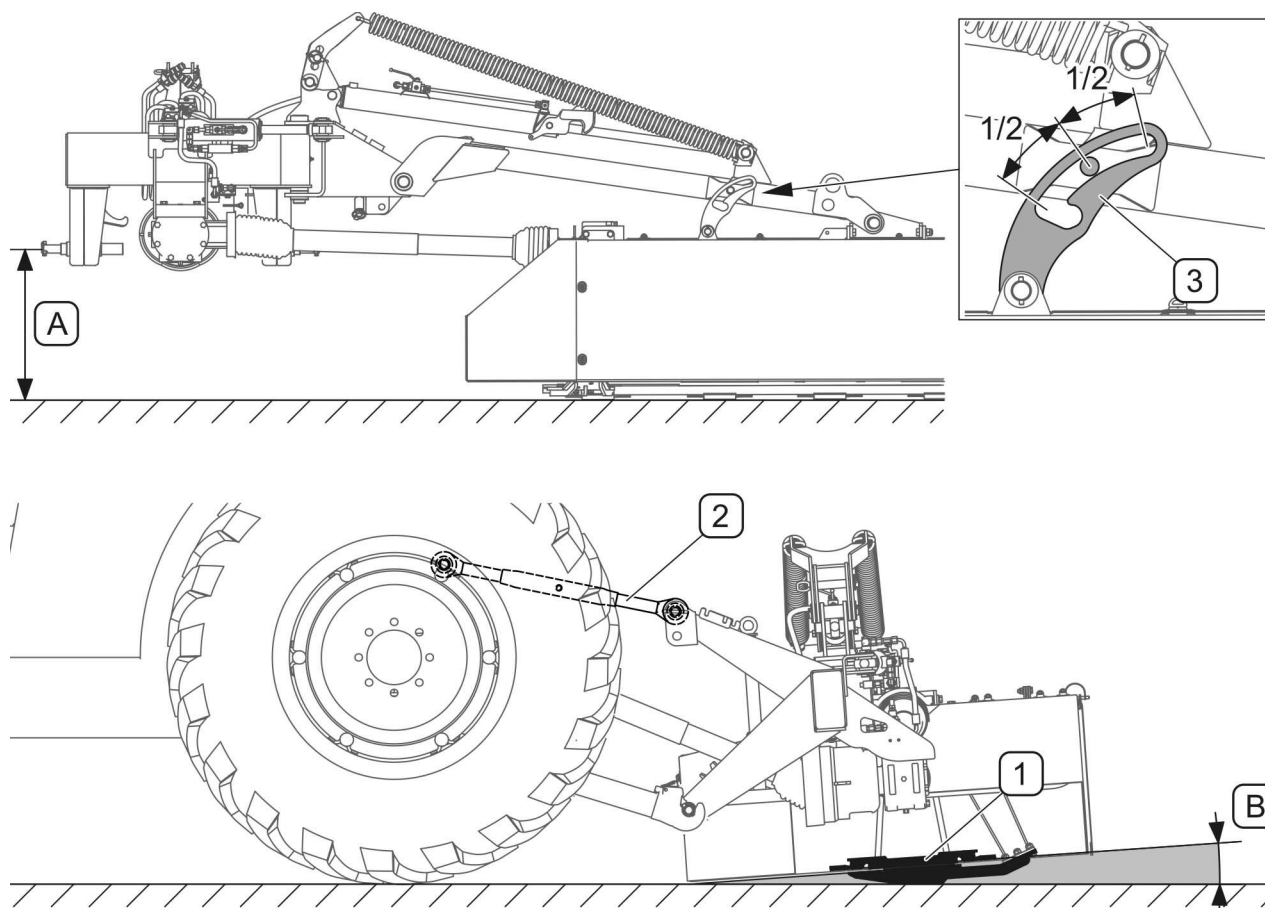

РИСУНОК 4.7 Регулировка высоты кошения
(1)- клапан блокады гидроцилиндра откидывания; (2)- клапан блокады гидроцилиндра несущего плеча;
(3)- тросик блокады гидроцилиндра; (4)- собачка гидроцилиндра
- натянуть тросик (3), отблокировать собачку (4) и, управляя гидравлической системой трактора, опустить несущее плечо вместе с режущим аппаратом таким образом, чтобы режущий брус свободно лег на землю, и установить гидравлический контур трактора в "плавающее" положение,
Поднять нижнее тягово-сцепное устройство трехточечной системы навески трактора на высоту $A = 400$ мм (РИСУНОК 4.7) так, чтобы шкворень оказался приблизительно в середине отверстия в собачке (3).